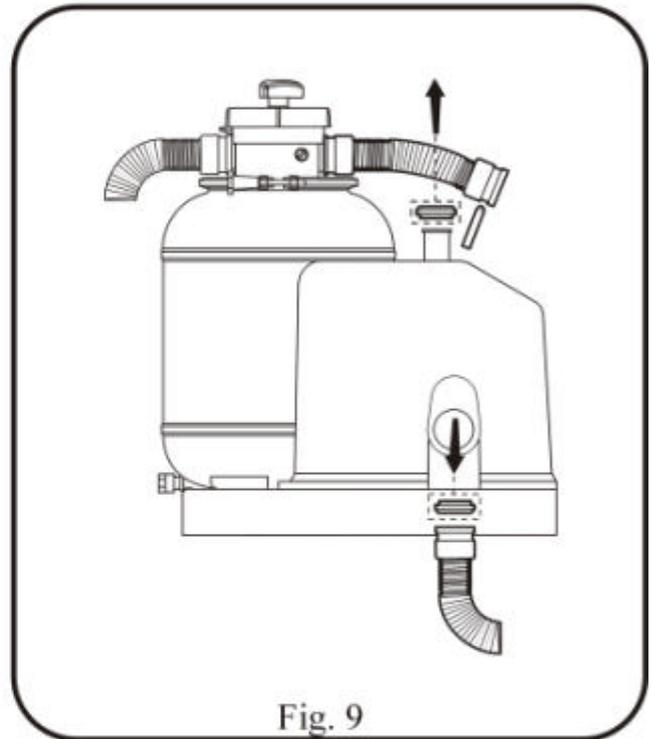

Fig. 9
- Déconnecter le tuyau qui va de la pompe au filtre, en desserrant la bride et retirer le bouchon de protection (Fig.9).